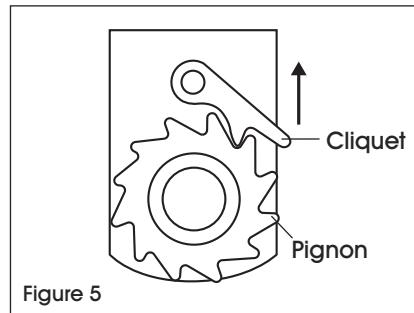

Figure 5
4. To release tension, push the pawl upward to disengage it from the sprocket. (See Figure 5)
4. Pour relâcher la tension, poussez le cliquet vers le haut pour le désengager du pignon. (Voir Figure 5)